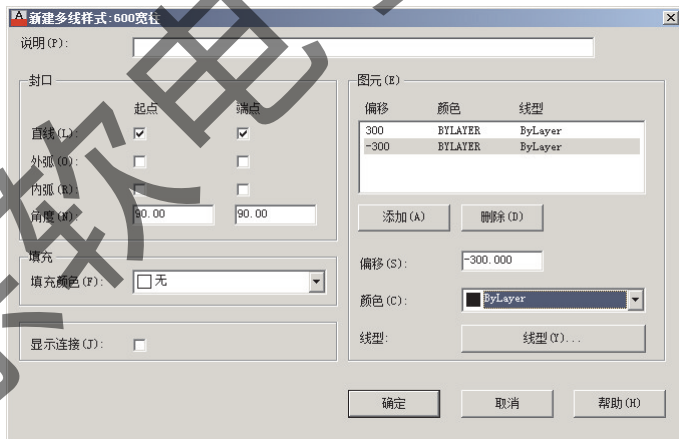

图 4-37 多线设置
(5) 根据轴线位置绘制柱体。选择菜单栏【格式】/【多线样式】, 显示多线样式面板, 点击【新建】按钮, 命名新多线名称为“600 宽柱”, 在设置面板中设置起点和端点为直线, 偏移为 300 和负 300(图 4-37)。点击确定回到多线样式面板, 选择“600 宽柱”样式并置为当前。